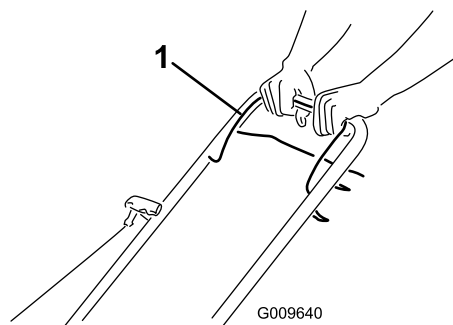

Figura 11
2. Sujete la barra de control de la cuchilla (Figura 11) contra el manillar.